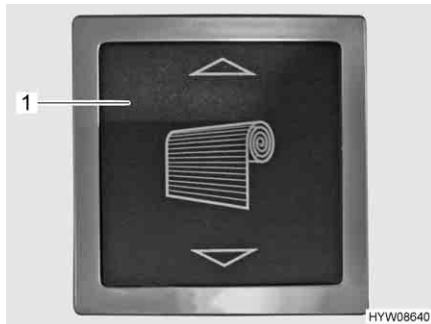
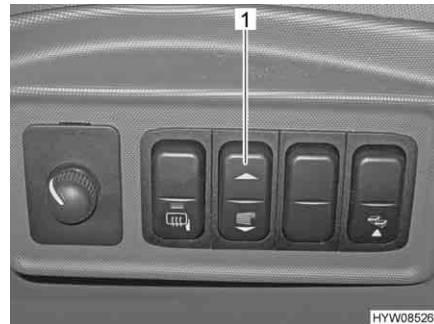
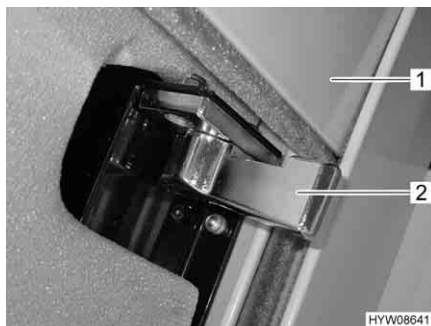

Fig. 26 Pulsante basculante per oscurante a rullo (vano abitabile)
Fig. 27 Pulsante basculante per oscurante a rullo (cruscotto)
Fig. 28 Chiusura di sicurezza oscurante a rullo
- Premere e tenere premuto il pulsante basculante (Fig. 26,1 o Fig. 27,1) finché l'oscurante a rullo (Fig. 28,1) ha raggiunto la posizione più alta.
- Sui entrambi i lati, ruotare spingendo indietro (Fig. 28) la chiusura di sicurezza (Fig. 28,2).